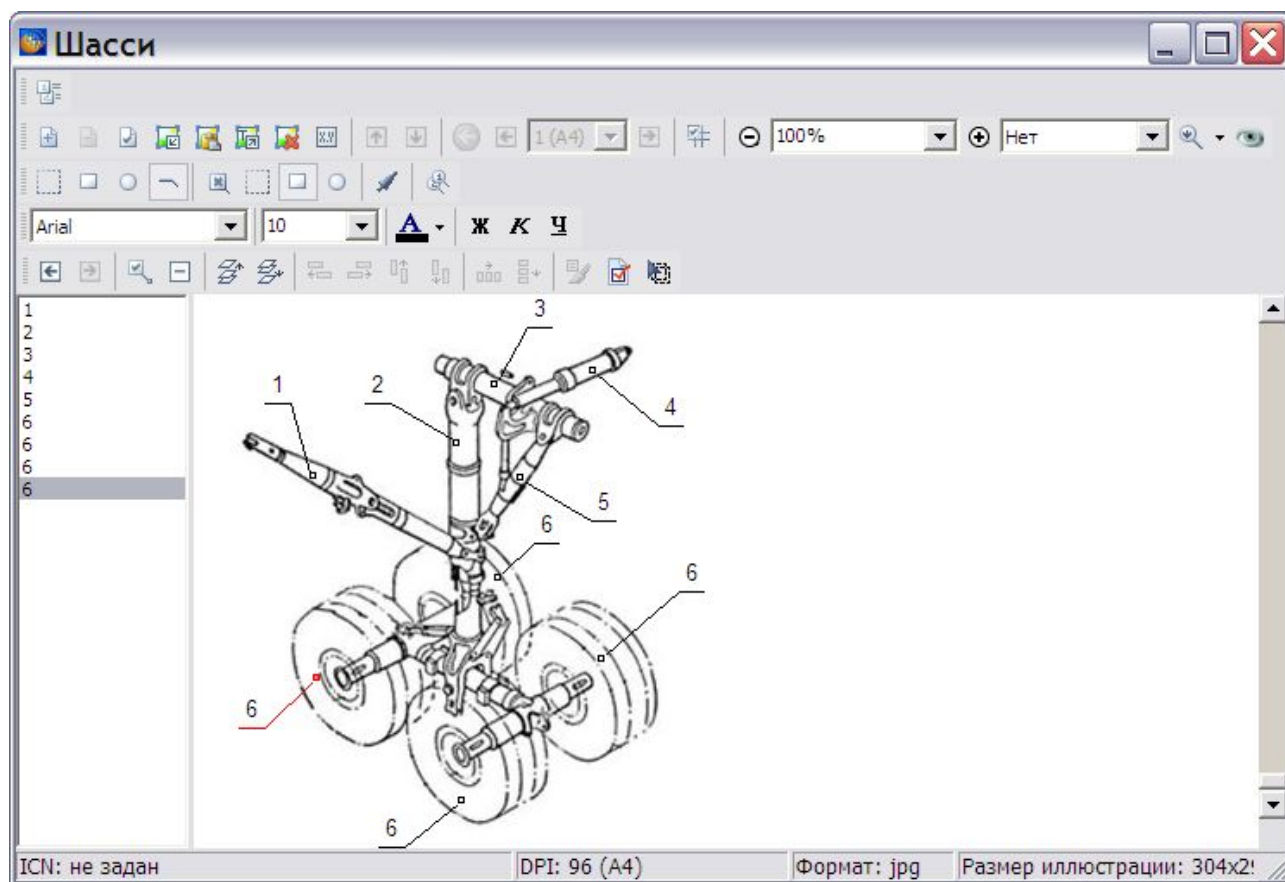

Рис. 3.130
- Нажмите на конец выноски левой кнопкой мыши и, не отпуская её, удлините и перетащите конец в нужное место (Рис. 3.130). Таким же образом можно перемещать начало выноски.
Поставьте выноску № 6 на четыре колеса шасси (Рис. 3.130):